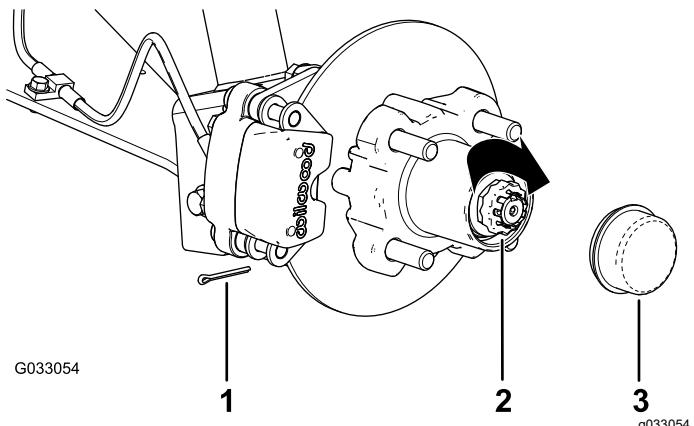

Figure 35
- Placez le frein d'écrou sur l'écrou et vérifiez que la fente du frein d'écrou et le trou dans la fusée sont alignés et permettent d'insérer la goupille fendue (Figure 35).
9. Insérez la goupille fendue et repliez chaque jambe autour du frein d'écrou (Figure 35).
10. Reposez le couvre-moyeu sur le moyeu (Figure 35).